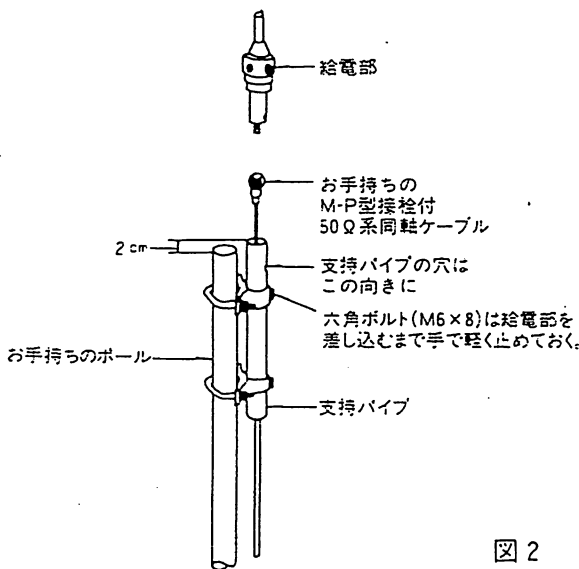

図2
1) お手持ちのポールへ⑬取付金具、⑭角U字ボルトスプリングワッシャナット、⑮六角ボルトで⑤支持パイプを図2の様に取付けます。このとき、支持パイプがポールよりも2 cm高くなる様に取付け、支持パイプを固定する上側の六角ボルト(M6×8)は手で軽く止めておきます。締め付けすぎると、給電部が入らないことがあります。
3) 給電部を支持パイプに通して、支持パイプの穴と給電部のネジ穴を合わせ、⑯六角ボルト(M6×8)スプリングワッシャで固定し、先ほど手で軽く止めていた⑮六角ボルトも締め付けます。